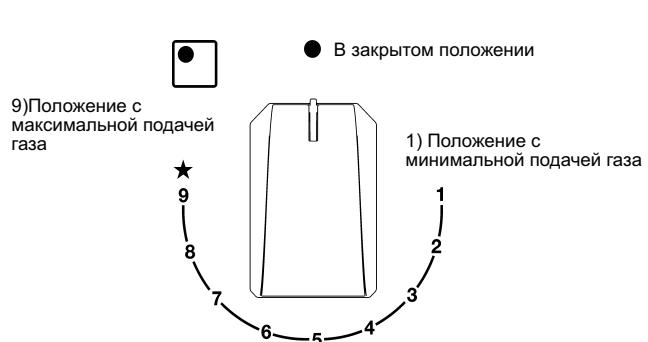

РИС. 1
Нажмите и поверните против часовой стрелки ручку конфорки до положения большого пламени (рис. 1), затем нажмите кнопку.
Нажмите и поверните ручку, соответствующую требуемой горелке, в направлении против часовой стрелки, пока она не постигнет положения полного заполнения  (позиция 9, рис. 1), затем нажмите ручку, кран оборудован шкалой из 9 позиций, при каждом нажатии пламя уменьшается до тех пор, пока вы не достигнете положения 1, т.е. минимальной подачи газа.
Для розжига конфорок, оснащенных системой «газ-контроль», следует повернуть против часовой стрелки ручку конфорки до положения большого пламени (рис. 1) (до упора). Затем нажмите ручку и произведите розжиг, как описано выше.
- После закипания переведите ручку в положение малого пламени (рис. 1).
- *розжиг конфорок с предохранительной термопарой (системой “газ-контроль”) можно произвести только если ручка установлена в положение Максимум (9 местоположение большое пламя рис. 1).*